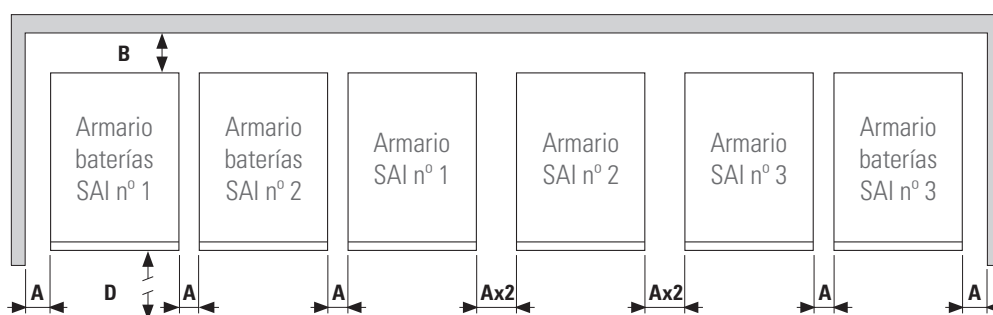

Fig. 15. Cotas mínimas periféricas para la ventilación de un sistema.
- En la Fig. 15 se representa un ejemplo de tres equipos en paralelo con su respectiva caja de baterías. Para sistemas con dos unidades en paralelo y/o más módulos de baterías operar consecuentemente según cada caso. De igual modo, obviar en la ilustración los módulos de baterías cuando el sistema no disponga de ellos. El número asignado a cada equipo en la Fig. 15 no tiene ninguna finalidad salvo la numeral dentro de la ilustración.